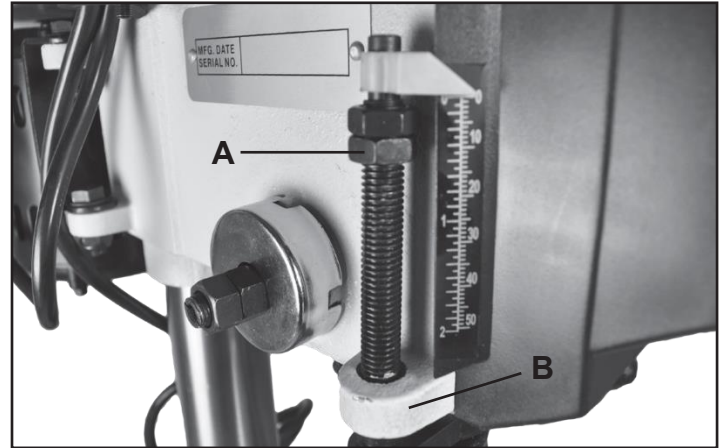

FIG. 7
8. **TOPE DE PROFUNDIDAD:** El tope de profundidad y la escala se encuentran en el lado izquierdo de la caja del interruptor. Para ajustar, baje el mandril hasta que el puntero muestre la profundidad deseada en la escala. Afloje la tuerca inferior en el eje roscado (FIG. 7, A) hasta que toque fondo en el cabezal fundido (B). Apriete la tuerca superior contra la tuerca inferior para mantener el ajuste.